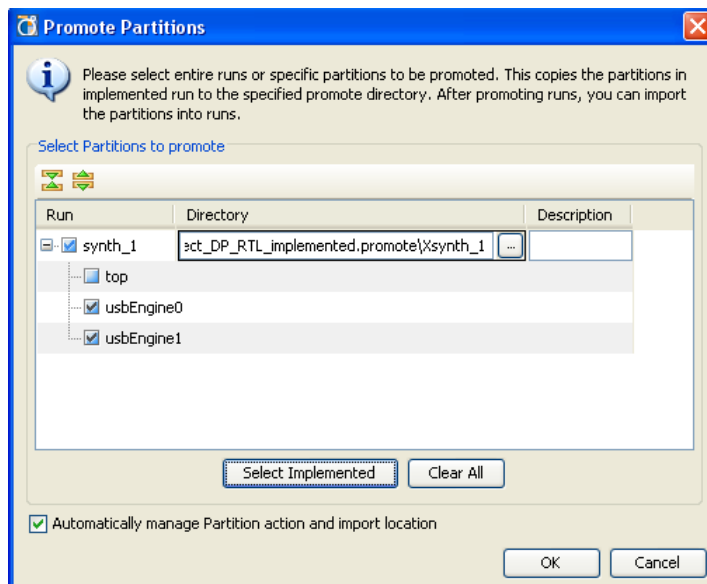

図 13-5 : パーティションのプロモート
2. 図 13-5 に示すような [Promote Partition] ダイアログ ボックスが開きます。